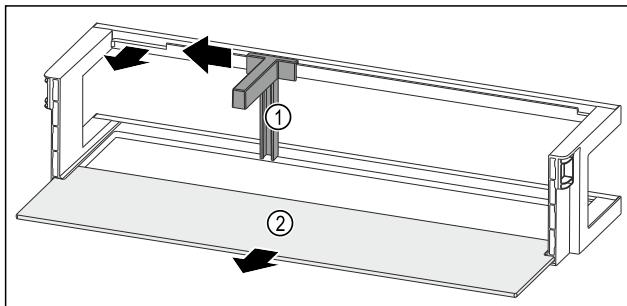

Fig. 92 Дверная полка с держателем для бутылок и съемной полкой
- ▶ Сместите держатель для бутылок Fig. 92 (1) до выемки в сторону.
- ▶ Извлеките держатель для бутылок Fig. 92 (1).
- ▶ Извлеките съемную полку Fig. 92 (2).